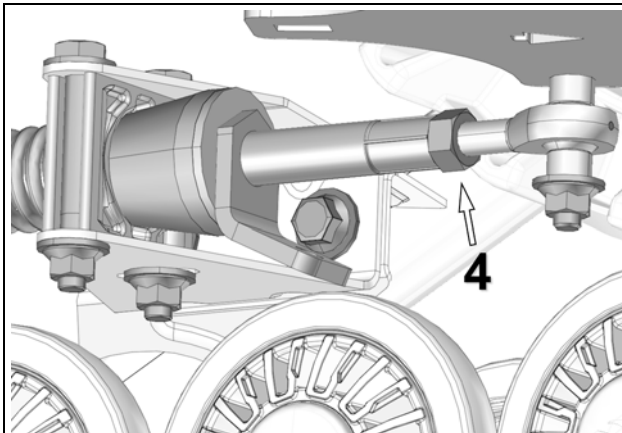

Abbildung 15
- Gegenmutter (4) nach erfolgter Einstellung wieder mit einem Anzugsmoment von 40 Nm [30 lb•ft] festziehen. Siehe Abbildung 15.